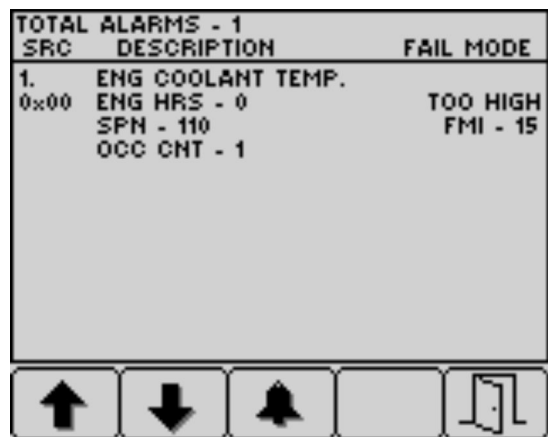

図 39
4. ボタン5を押すと不具合表示を出てホーム画面に戻る。 図 39
5. ボタン5を押すと不具合表示を出てホーム画面に戻る 図 39 エンジン関係のアドバイス \(ページ 32\)を参照。